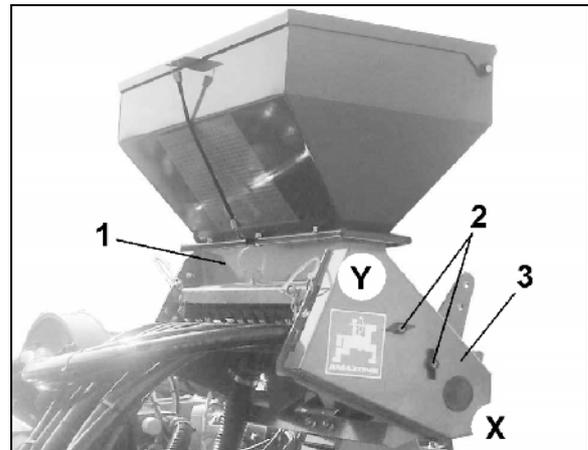

Fig. 28
1. Soltar las tuercas de mariposa (Fig. 28/2) y quitar el cubrecadena (Fig. 28/3).